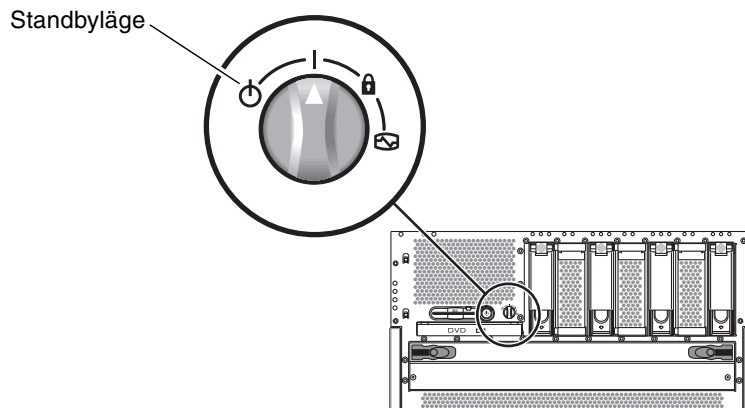

BILD 4-20 Ställa in kontrollväxeln på läget Standby
2. Ställ in kontrollväxeln på läget Standby (BILD 4-20).